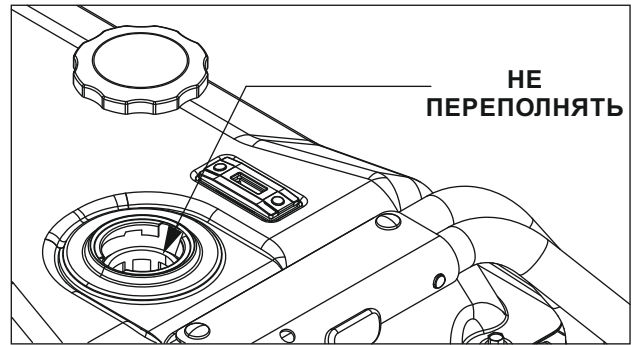

Рисунок 6 – Уровень топлива
- Постепенно заливаете бензин в горловину бака. **Будьте осторожны, не переполняйте бак!** (Рис. 6)